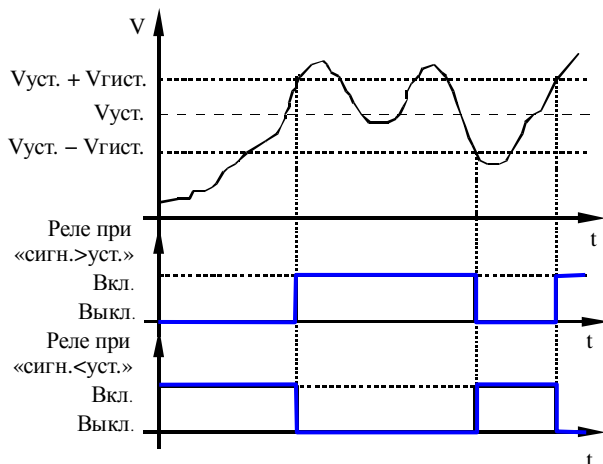

Рисунок 7.16 - Диаграмма работы реле
- «Режим» – выбирается режим срабатывания реле: «выкл.» – реле всегда выключено; «сигн<уст.» и «сигн>уст.» – реле включается/выключается при входном сигнале меньше или больше уставки соответственно с учётом гистерезиса (смотри рисунок 7.16).